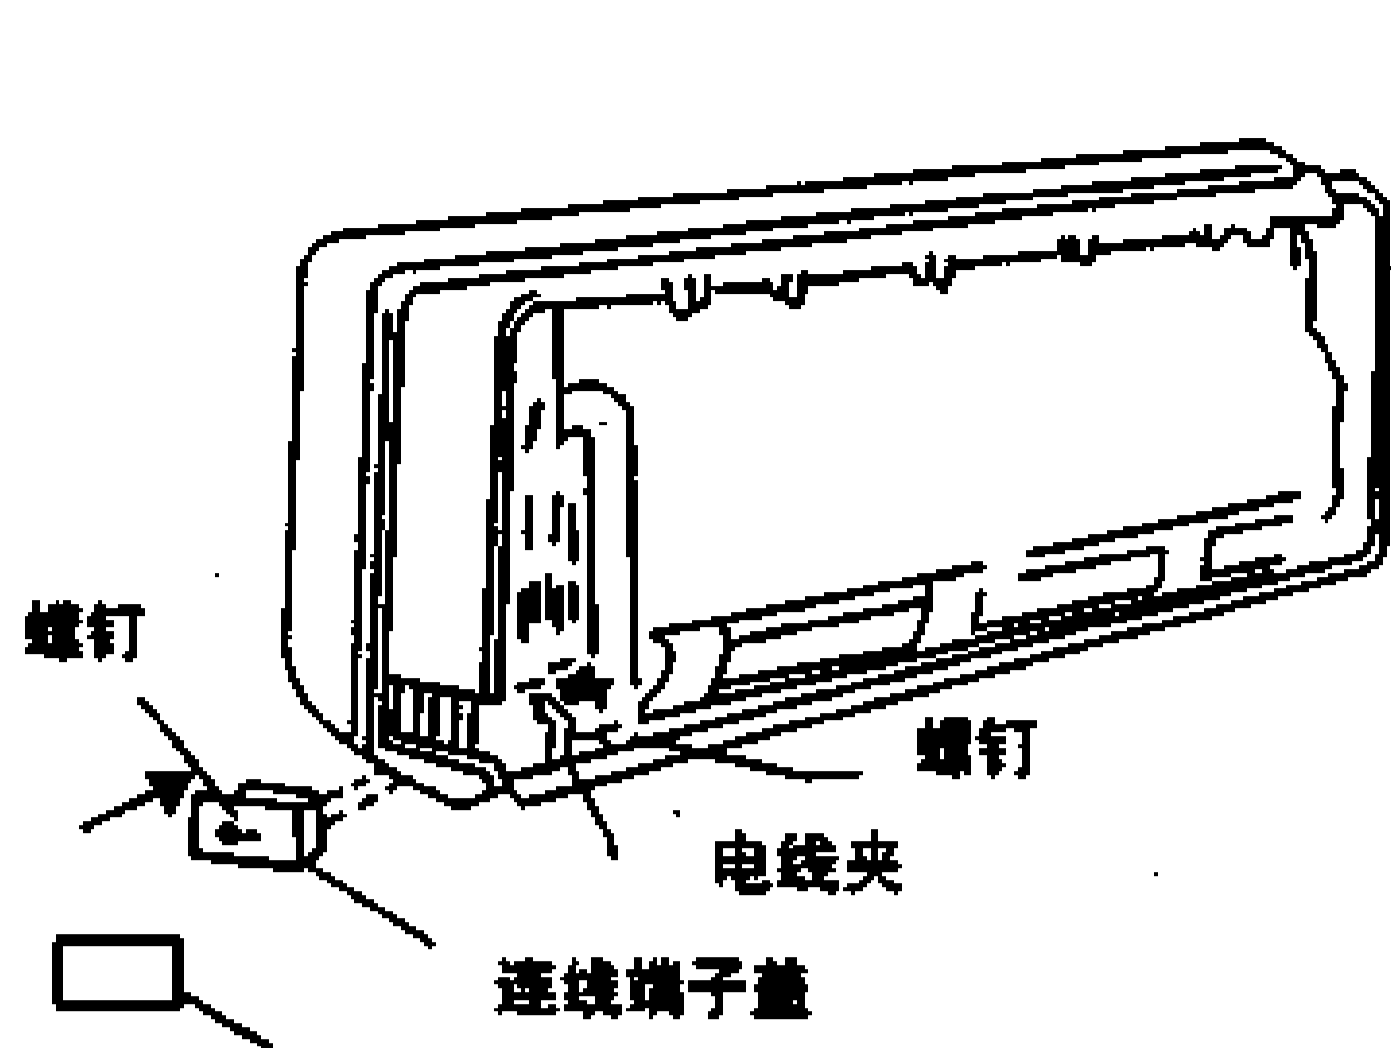

图 14-2-11
1) 如图 14-2-11 所示，取下室内机右边的通管门和接线端子盖。
4) 用电线将连接导线固定在外壳后面，参见图 14-2-11。